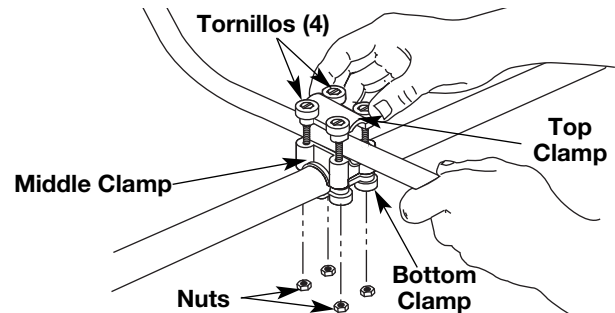

Fig. 1
1. Coloque la barra de la manija entre las abrazaderas media y superior (Fig. 1).